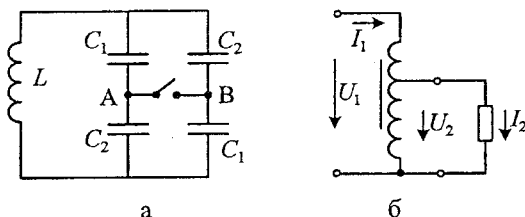

Рисунок 3.11 – Коливальний контур (а) та автотрансформатор (б)
16. Коливальний контур складається з котушки індуктивності та чотирьох конденсаторів (рис. 3.11). У скільки разів зміниться період власних коливань в контурі, якщо замкнути ключ, що з'єднує точки А і В? $C_1 = 10^{-8} \text{ Ф}$, $C_2 = 4 \cdot 10^{-8} \text{ Ф}$.
18. На автотрансформатор, схема якого зображена на рис. 3.11, б, подається напруга $U_1 = 220 \text{ В}$. Напруга на вторинних затискачах $U_2 = 180 \text{ В}$, струм навантаження $I_2 = 10 \text{ А}$. Обмотка має $n_1 = 500$. Визначте площу поперечного перерізу дроту, з якого виконана обмотка, якщо максимально допустима густина струму дорівнює $j_{\text{max}} = 2,5 \text{ А/мм}^2$.